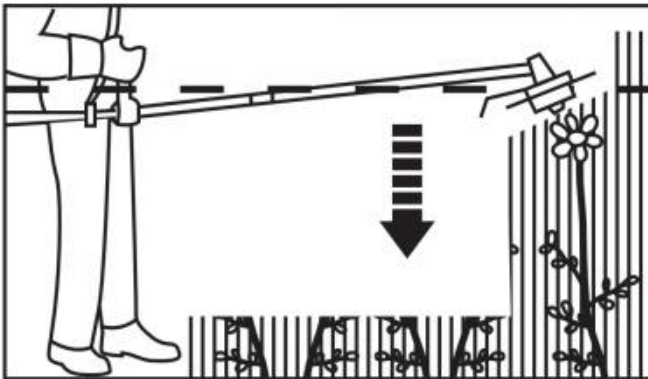

Fig. 43
4. Halten Sie den Schneidkopf niemals höher als Ihre Hüfte (Abb. 43); Je höher Sie den Schneidkopf halten, desto größer ist die Gefahr, dass Gegenstände weggeschleudert werden.